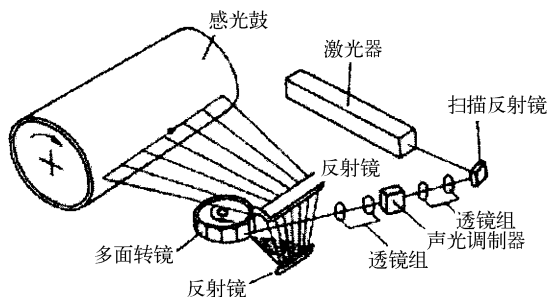

图 2-8 光学系统
(1) 机械部分。
① 墨粉盒。一些品牌的激光打印机采用感光鼓和墨粉一体化结构（比如 HP），激光打印机的重要部件如墨粉、感光鼓、显影辊、显影磁铁、初级电晕放电极、清扫器等，都装在墨粉盒内。而另外一些品牌的激光打印机其感光鼓和墨粉是分离的，如联想公司的部分型号。当墨粉用完后，可以将整个墨粉盒卸下来更换。其中，感光鼓是一个关键部件，一般是用铝合金制成的一个圆筒，鼓面上涂敷一层感光材料。
② 纸张传送机构。激光打印机的纸张传送机构和复印机相似，包括纸盘、卷纸辊机械组件和离合器。纸张由一系列辊送进机器内，辊有的有动力驱动，有的没有。打印开始时，纸张的前沿送进辊。
(2) 激光扫描系统。激光扫描系统是对激光器产生的激光束进行调制，控制其扫描、偏转的机构，由光调制器、扫描器、光偏转器、同步器和高频驱动电路等组成。
① 激光器。激光器是激光扫描系统的光源，它具有方向性好、单色性强、相干性高和能量集中、便于调制和偏转的优点。
② 光调制器。正像电视台需要将图像和声音信号调制到无线电波上才能在电视机中解调出图像和声音信号一样，激光束要完成图文信息的影像任务也需用图文信息进行调制。光调制器是为完成这个任务而设计的。
③ 扫描器。要使经调制后的激光光束在感光鼓上产生文字和图像，需要完成横向（沿打印纸行的方向）和纵向两个方向的运动。纵向运动可以依靠感光鼓的旋转来完成，光束的横向运动则是由扫描器来完成的，如图 2-8 所示。